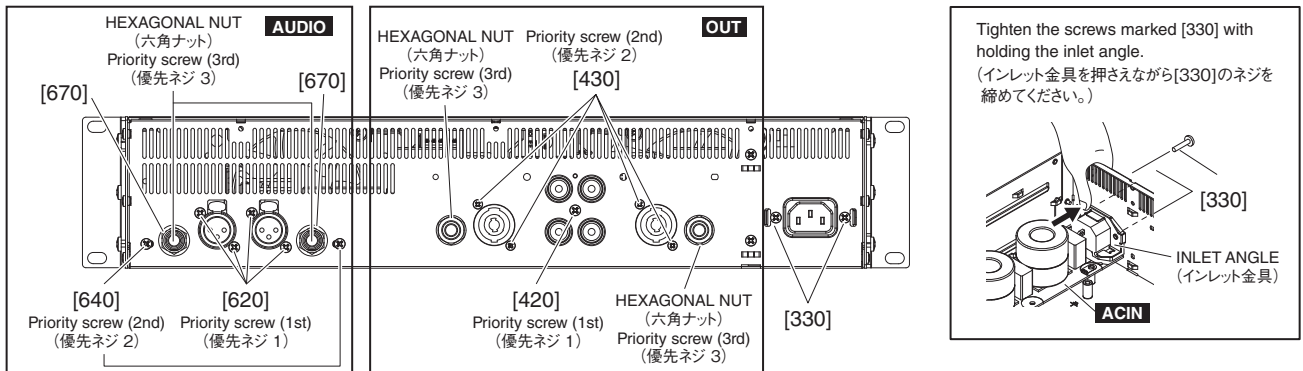

Fig. 2 (図2)
- 2-2 Remove the cable tie marked [860]. (Fig. 2)
- 2-3 Remove the two (2) screws marked [330], the nine (9) screws marked [340] and the screw marked [350]. The ACIN circuit board can then be removed.(Fig. 2)
\* **When installing the ACIN circuit board, first tighten the screws marked [330] with holding the inlet angle. (Fig. 2)**
- 3-2 Remove the ten (10) screws marked [520]. The PS circuit board can then be removed.(Fig. 2)
\* **When installing the PS circuit board, first tighten the priority screws as shown in Fig. 2.**
- 2-2 [860]のインシュロックタイを外します。(図2)
- 2-3 [330]のネジ2本と[340]のネジ9本、[350]のネジ1本を外して、ACINシート外します。(図2)
※ ACINシートを取り付ける際は、先に[330]のネジをインレット金具を押さえながら締めてください。(図2)
- 3-2 [520]のネジ10本を外して、PSシート外します。(図2)
※ PSシートを取り付ける際は、優先ネジを図2に示す順で締めてください。
- 4-3 Remove the three (3) screws marked [440]. (Fig. 2, 3)
- 4-4 Remove the screw marked [420], the four (4) screws marked [430] and the two (2) hexagonal nuts. The OUT circuit board can then be removed. (Fig. 2)
- \* **When installing the OUT circuit board, first tighten the priority screws as shown in Fig. 2.**
- 4-3 [440]のネジ3本を外します。(図2、3)
- 4-4 [420]のネジ1本と[430]のネジ4本、六角ナット2個を外して、OUTシートを外します。(図2)
- ※ OUTシートを取り付ける際は、優先ネジを図2に示す順で締めてください。
- 5-3 Remove the connectors of the CB901 and CB902 from OUT circuit board. (Fig. 2)
- 5-6 Remove the nine (9) screws marked [630]. (Fig. 2)
- 5-7 Remove the four (4) screws marked [620], the two (2) screws marked [640], the two (2) hexagonal nuts, the two (2) washers and the two (2) plastic washers marked [670]. The AUDIO circuit board can then be removed. (Fig. 2)
- \* **When installing the AUDIO circuit board, first tighten the priority screws as shown in Fig. 2.**
- 5-3 OUTシートからCB901とCB902のコネクタを外します。(図2)
- 5-6 [630]のネジ9本を外します。(図2)
- 5-7 [620]のネジ4本と[640]のネジ2本、六角ナット2個とワッシャー2個、[670]のプラワッシャー2個を外して、AUDIOシートを外します。(図2)
- ※ AUDIOシートを取り付ける際は、優先ネジを図2に示す順で締めてください。
- 6-2 Remove the four (4) screws marked [470A]. The PF circuit board can then be removed. (Fig. 2)
- \* **When installing the PF circuit board, first tighten the priority screws as shown in Fig. 2.**
- 6-2 [470A]のネジ4本を外して、PFシートを外します。(図2)
- ※ PFシートを取り付ける際は、優先ネジを図2に示す順で締めてください。